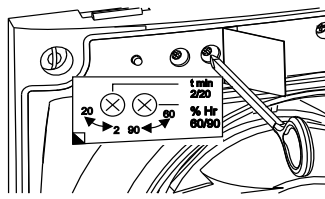

Fig.9
O ajustamento do valor da humidade, faz-se através do potenciómetro “% Hr” que se encontra no circuito impresso (fig.9) uma vez desmontada a grelha (1):
Para regular a temporização, rodar o potenciómetro “t min.” existente no circuito impresso (fig.9):